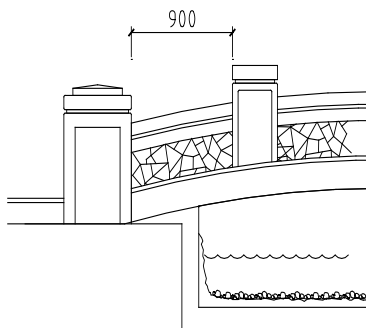

图3-79 移动图形
- 07** 调用M（移动）命令，将栏杆图形移动至桥上；调用TR（修剪）命令，修剪图形如图3-79所示。